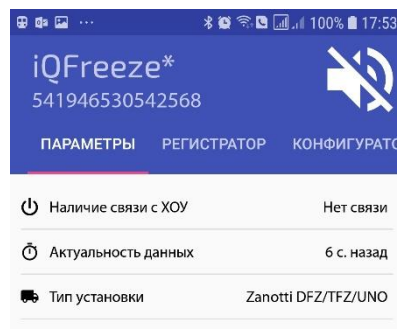

Рисунок 10 Данные отсутствуют
**Вариант 3.** Мобильное приложение видит, что Bluetooth конкретного iQFreeze включён, есть подключение, но данных в приложении нет (рис. 10).